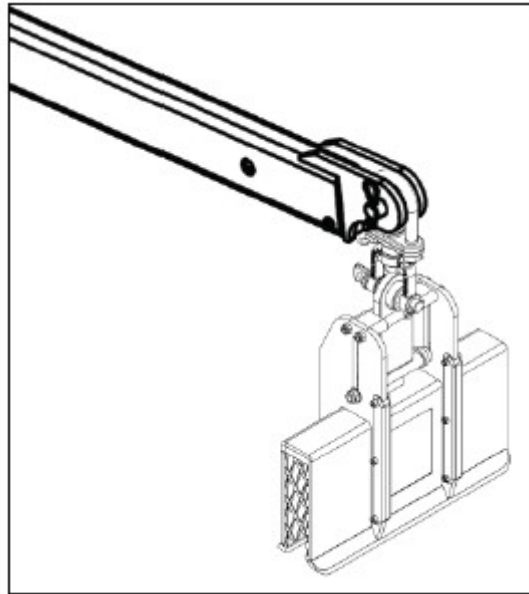

Abbildung 1.1
Schritt 1: Haken Sie den Plattengreifer Kaiman 30 / 50 Kompakt auto an einen Gabelstapler(ausleger) oder Kranhaken an (Abbildung 1.1).